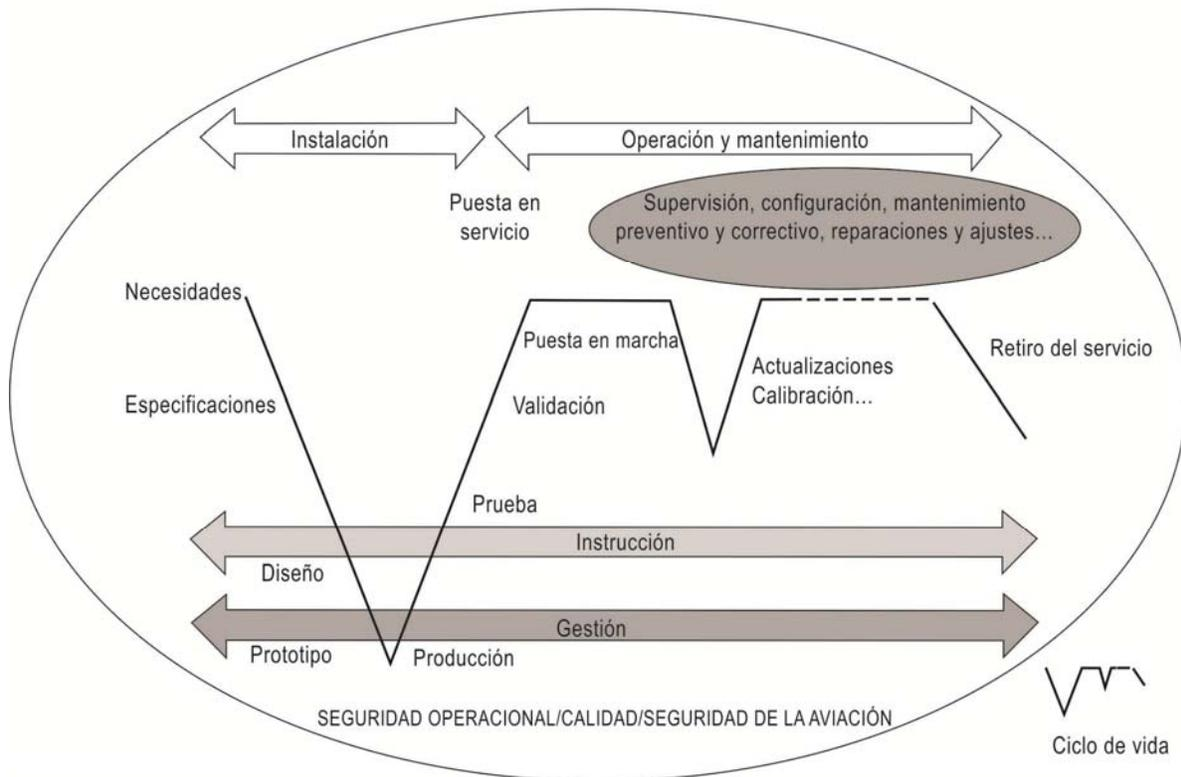

Figura 1-1. Alcance de las actividades de los ATSEP
1.2.2.2 La Figura 1-1 ilustra el posible alcance de las actividades de los ATSEP utilizando como base el ciclo de vida de ingeniería desde la concepción del sistema hasta su diseño, operación y, por último, el retiro del servicio.
1.2.2.3 El ANSP es responsable de determinar el alcance de las actividades de sus ATSEP seleccionando las actividades dentro del ciclo que se ilustra en la Figura 1-1: